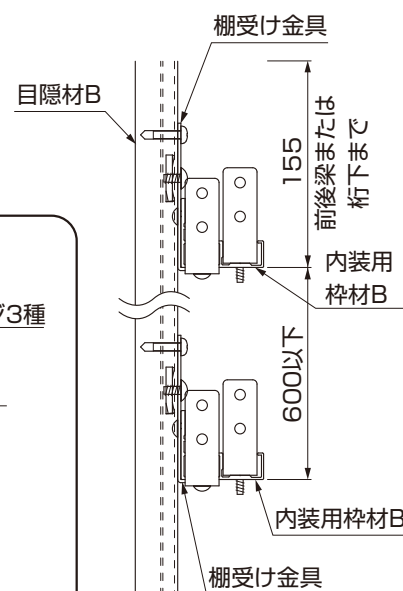

図4-3
- 内装用枠材Bは取付けピッチを600mm以下にしてください。(図4-3参照)
- ⑤ 棚受け金具取付用裏板を、目隠材Bの溝に入れて、内装用枠材Bを【44-4】でしっかりと固定してください。